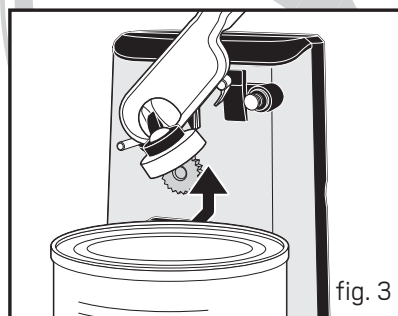

fig. 3
5. Placez le bord de la boîte fermement sous le support de couvercle magnétique et contre la roue à engrenages en vous assurant que la lame est à l'intérieur du bord de la boîte. Consultez la figure 3.